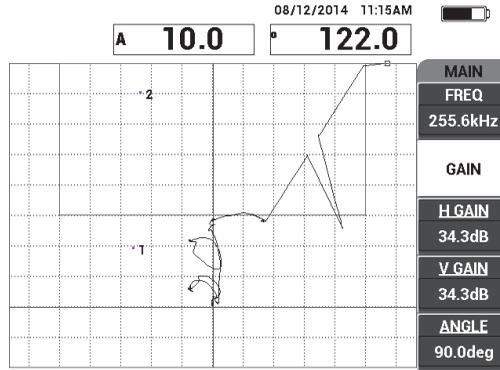

Figura 6-42 Parámetro GAIN ajustado para configurar el punto superior
11. Ajuste el parámetro **GAIN** (tecla de función B) para configurar el punto superior a aproximadamente el 90 % de la altura de la pantalla. Ver la Figura 6-42 en la página 167.